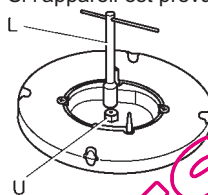

Fig.8
- Avec une clé droite L, dévisser la injecteur U (fig.8) et la remplacer par la injecteurs adéquate.